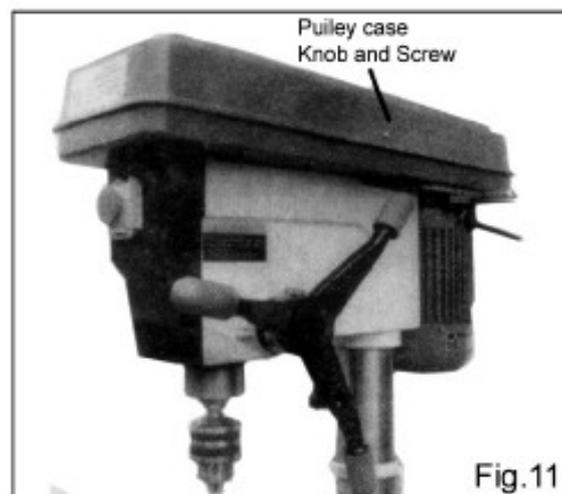

Fig.11
8. Установите винт с накатанной головкой на верхнюю крышку шкива. Рис.11